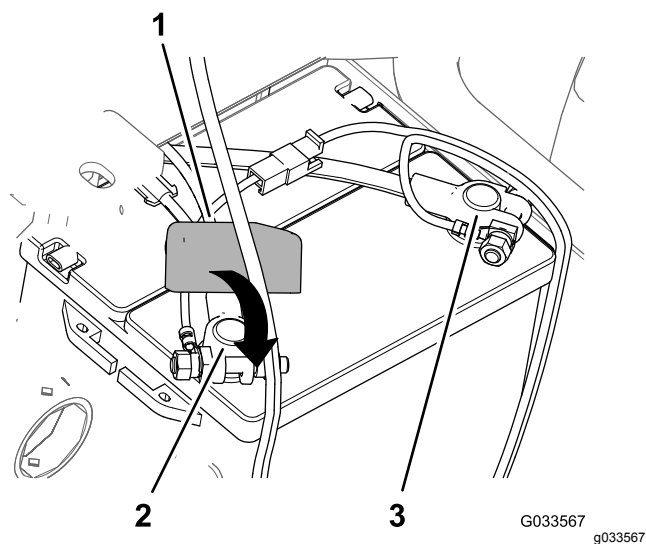

Рисунок 32
8. Подсоедините положительный кабель к **положительному** полюсному штырю аккумуляторной батареи и затяните зажимную гайку от руки (Рисунок 32).